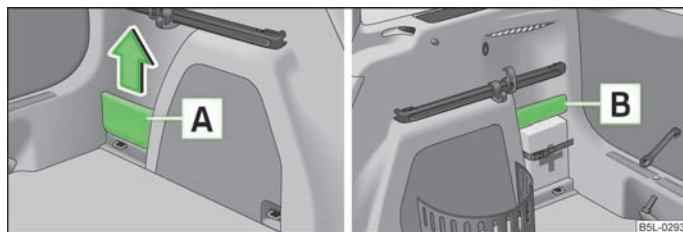

Fig. 82 Maletero: Compartimentos guardaobjetos
La cubierta del compartimento guarda objetos lateral [A] » fig. 82 puede extraerse y ampliarse con ello el maletero.
- Coger la cubierta [A] por la parte superior y retirarla con cuidado en la dirección de la flecha » fig. 82.
- El compartimento portaobjetos desmontable [A] » fig. 82 del lado izquierdo sirve para guardar objetos pequeños de hasta 1,5 kg de peso.
- El compartimento portaobjetos [B] » fig. 82 del lado derecho sirve para guardar objetos pequeños de hasta 0,5 kg de peso.